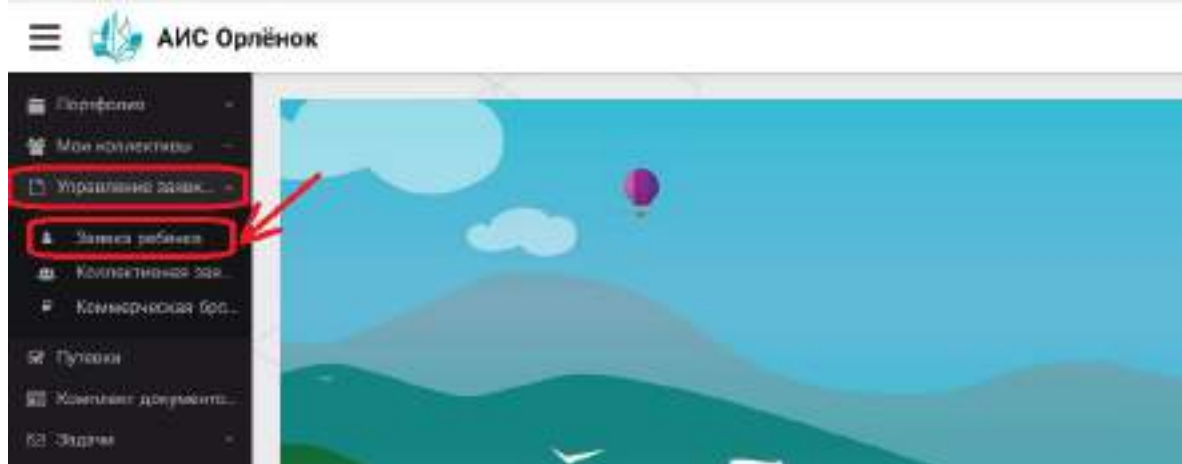

Рисунок 16 – Управление заявками
1. Подача заявки на конкурс осуществляется через раздел меню «Управление заявками». Из раскрывшегося подменю необходимо выбрать пункт «Заявка ребенка» (Рисунок 16).